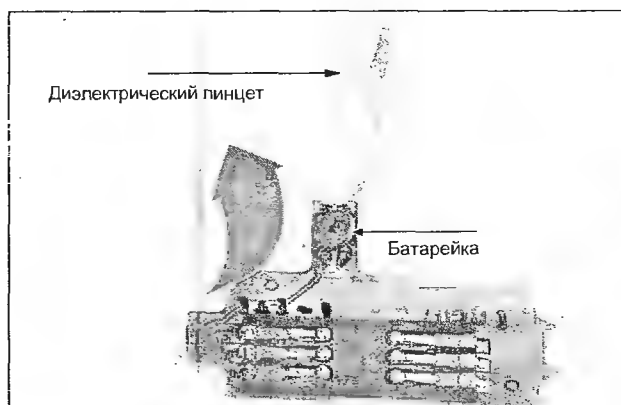

Рис. 4.11
- если требуется замена батарейки реального времени, снимают ее с платы SIM-карты (рис. 4.11) с помощью диэлектрического пинцета;